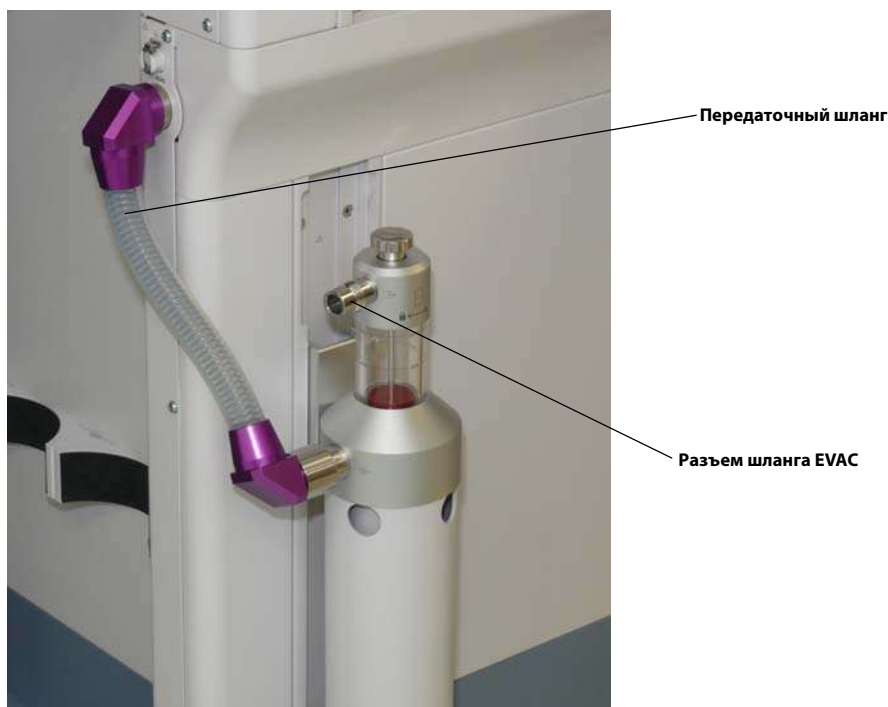

РИСУНОК 7-23 Отсоединение СУГА и передаточного шланга
1. Отсоедините шланг EVAC от СУГА (см. РИС. 7-23).